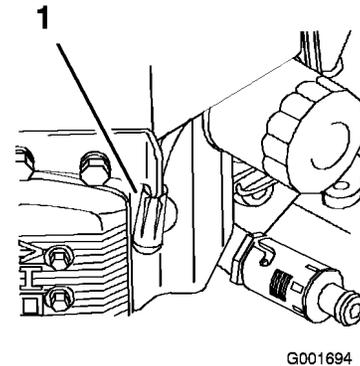

Figura 36
3. Desconecte los cables de las bujías (Figura 36).